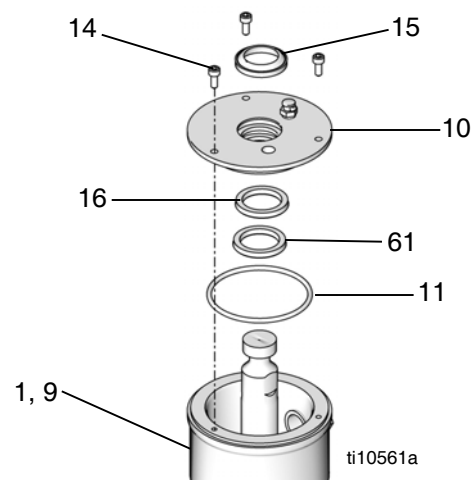

FIG. 31
26. Installare un nuovo anello di tenuta (11), l'eccentrico della coppa di umidificazione (15), la guarnizione (16) e l'anello a scatto (61) nel coperchio della coppa di umidificazione (10). Vedere: FIG. 31.
27. Far scorrere attentamente il coperchio della coppa di umidificazione (10) sulla biella della pompante. Allineare i fori al coperchio e alla coppa di umidificazione. Inserire le viti (14). Utilizzare un cacciavite a testa esagonale per serrare le viti. Vedere: FIG. 31.